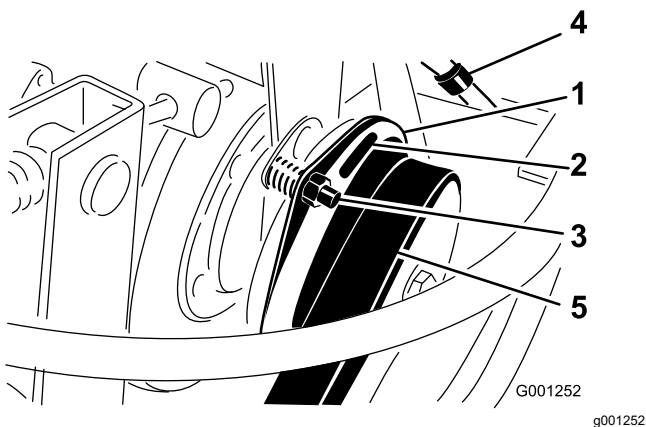

Figura 95
6. Ajuste la holgura hasta que pueda deslizar una galga de 0,38 mm entre la guarnición del embrague y la placa de fricción con una ligera presión (Figura 95).
Nota: La holgura puede reducirse girando la tuerca de ajuste en sentido horario (Figura 95). La holgura máxima es de 0,76 mm. Ajuste la holgura en las 3 posiciones.